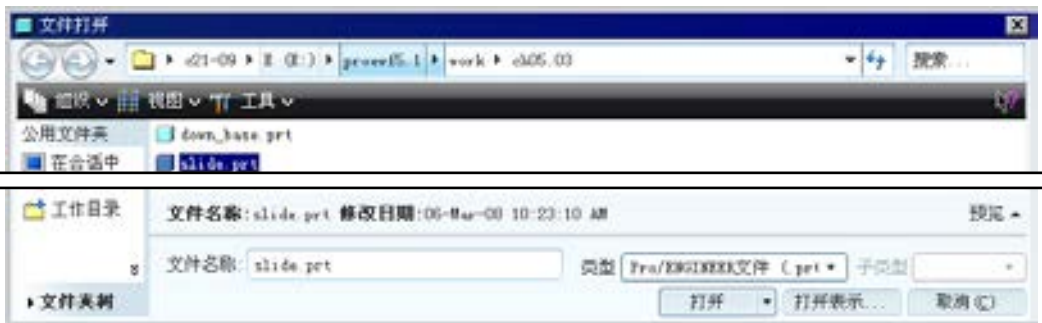

图 5.3.1 “文件打开”对话框
Step2. 单击工具栏中的按钮 (或选择下拉菜单 **文件(F)** ➡ **打开(O)...** 命令), 系统弹出图 5.3.1 所示的“文件打开”对话框。